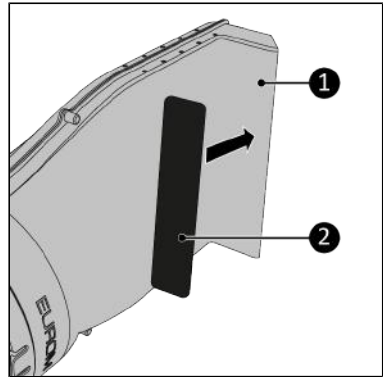

Abbildung 108.
5. Kleben Sie den 40 x 220 mm Anti-Rutsch-Schaumstoff (Abbildung 108, Pos. 2) auf die Innenseite des Way-outs (Abbildung 108, Pos. 1).